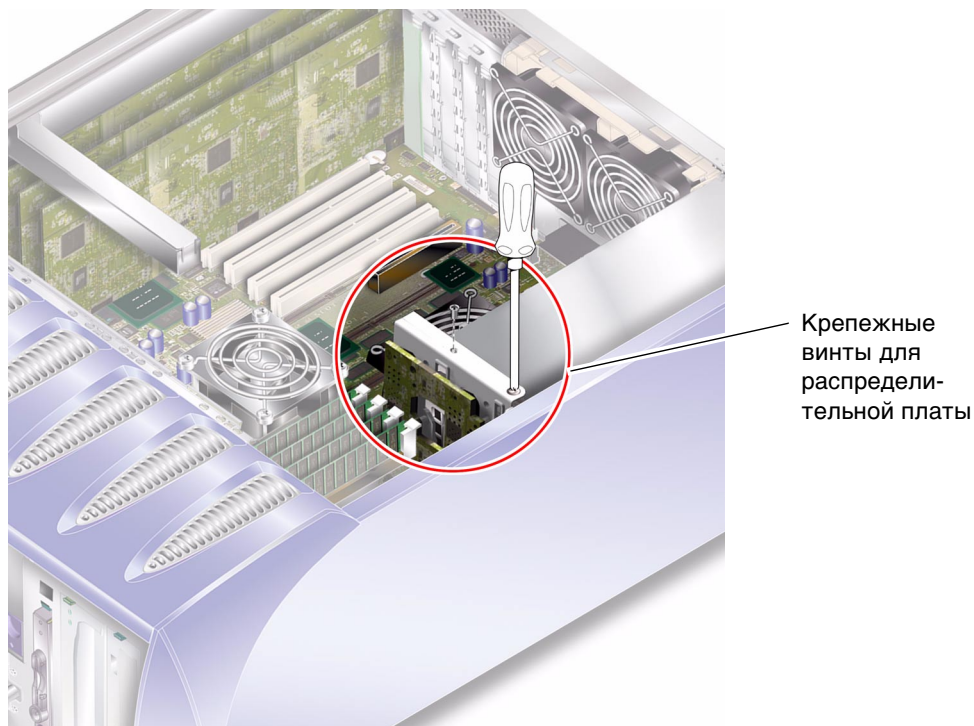

РИС. 1-12 Крепежные винты для распределительной платы
- 7. Выверните два винта, крепящих распределительную плату к корпусу сервера. (см. РИС. 1-12).**